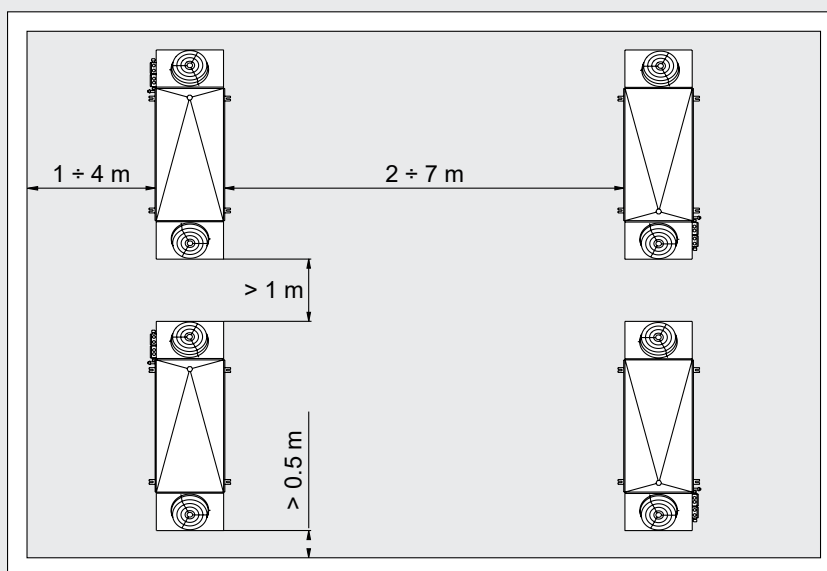

Figure 4
- 6.9 Veillez à ce que le volume libre soit suffisant (environ 30 % du volume interne de la cellule) pour une bonne circulation de l'air d'admission et d'échappement. Respectez la distance minimale pour retirer et insérer les éléments chauffants. Dans le cas d'installation de plusieurs évaporateurs ventilés dans la même chambre froide ou salle de climatisation, respecter les distances indiquées dans la "Figure 4".